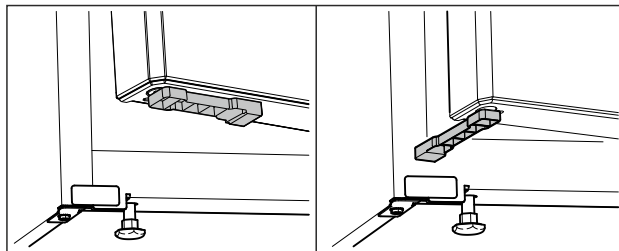

Fig. 75 \*
- ▶ Faire tourner l'entretoise de porte à 90°. (voir Fig. 75) \*